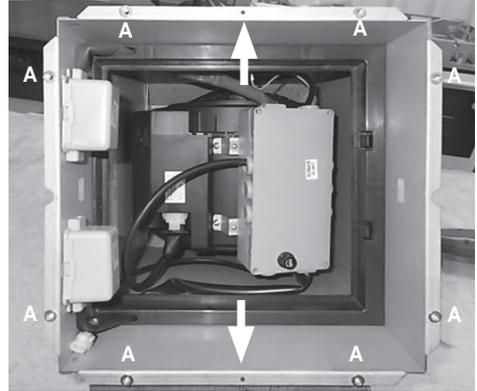

Abb. 20: Hier (weiße Pfeile) werden die beiden Schrauben (15) an der Unterseite des Motorblocks (6) eingesetzt, um den Grundschaft (3) zu befestigen.
Der Grundschaft (3) wird dann mit 2 Schrauben 4,2x9,5 mm (15 an der Unterseite des Motorblocks (6) befestigt (Abb. 20).